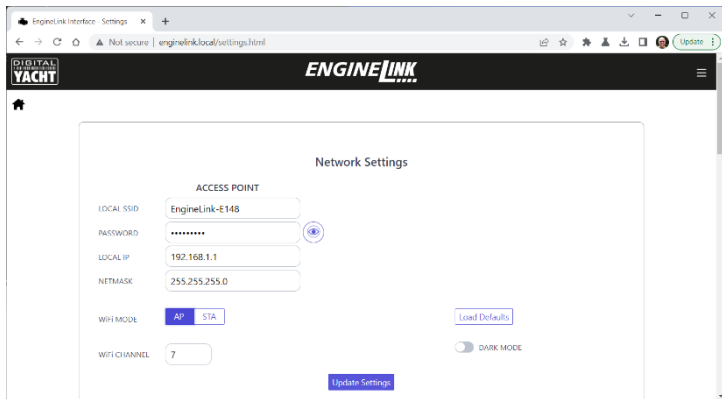

Figura 11
Per impostazione predefinita, EngineLink opera in modalità Access Point (AP) e crea la propria rete wireless con nome e password predefiniti. È possibile modificare il nome della rete e la password wireless, come illustrato nella figura 11.